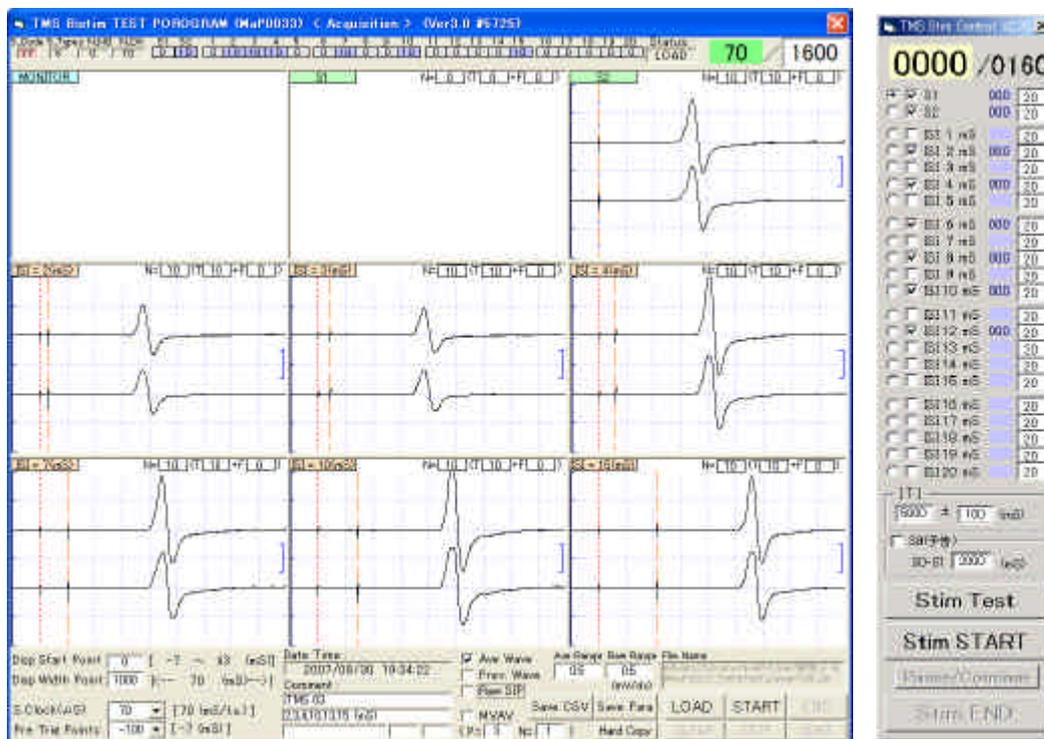

図 1 . 取込の画面
- 検査プログラム (図 1 左) を立ち上げ、解析時間とトリガを設定 (確認) する。
- 刺激コントロールプログラム (図 1 右) を立ち上げ、刺激パターンを設定する。